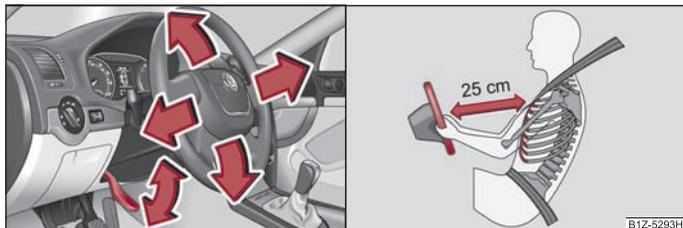

Fig. 110 Volant réglable: Manette sous la colonne de direction
- Tirez la manette sous la colonne de direction vers le bas ⇒ fig. 110 - à gauche ⇒ ⚠.
- Le conducteur doit être au minimum à 25 cm du volant ⇒ fig. 110 - à droite. Les airbags ne peuvent pas vous protéger si vous en êtes plus près - danger mortel!